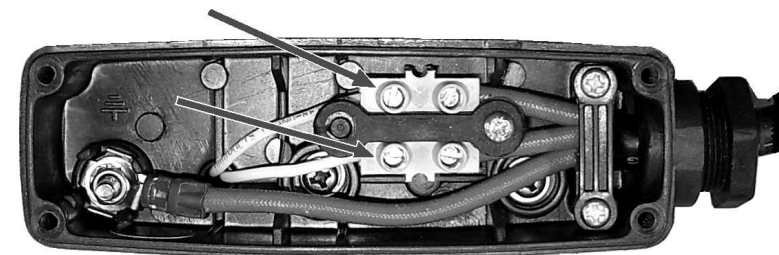

Abb. 2
4. Den Heizstab von den Anschlussklemmen entfernen, indem die in Abb. 2 markierten Schrauben gelöst werden.